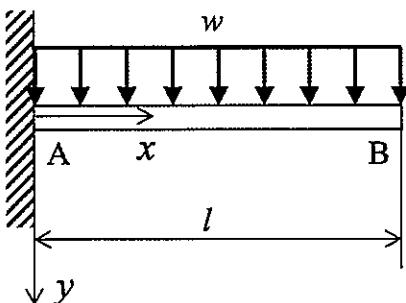

図 1-3
- (3) 図 1-3 に示すように、片持ちはりに等分布荷重 w が作用するとき、せん断力線図 (SFD) と曲げモーメント線図 (BMD) を描け。ただし、外向き法線ベクトルが x 方向の正の方向を向く断面において、 y 方向の正の方向を向くせん断力の符号を正とする。曲げモーメントの符号は、(2) と同じである。
- (4) 図 1-3 に示すように、片持ちはりに等分布荷重 w が作用するとき、区間 AB ($0 \leq x \leq l$) におけるたわみ曲線を x の関数として表せ。また、点 B でのたわみを求めよ。